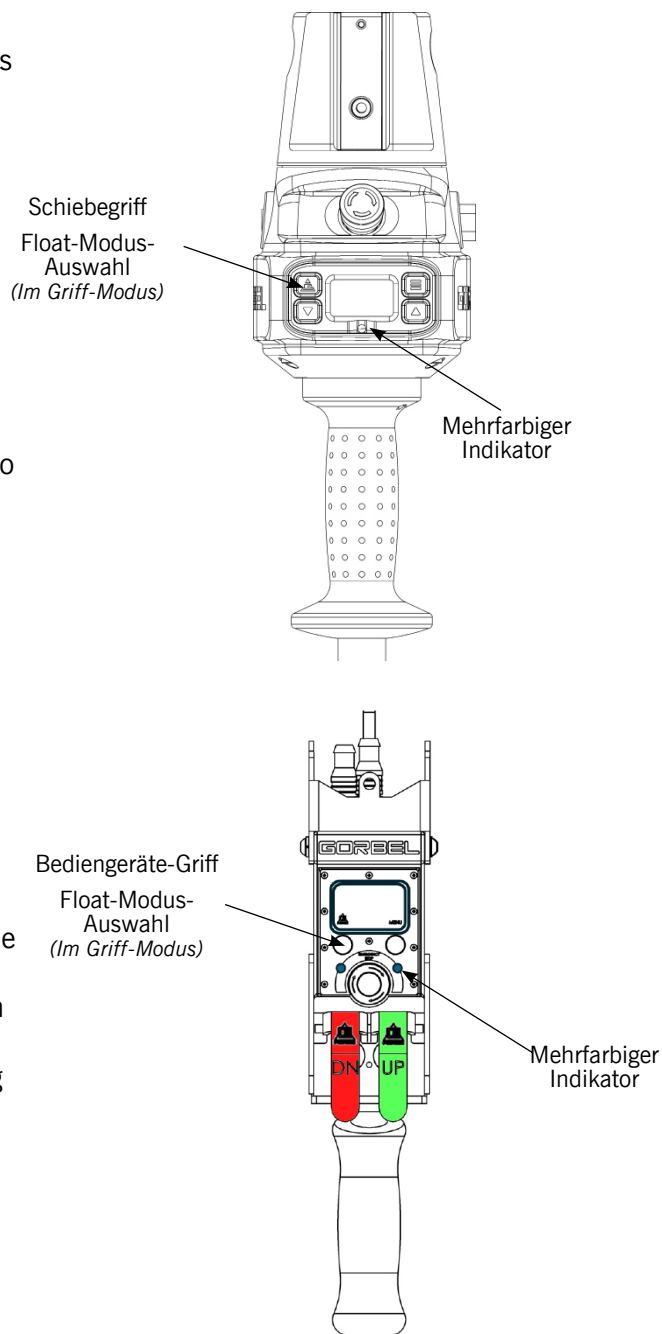

Abbildung 2-8A. Aufruf des Float-Modus
8.1. Der Float-Modus kann durch Drücken der G-Force® Logo-Taste auf der linken Seite des Griffs aktiviert werden (**Abbildung 2-8A**). Nachfolgend finden Sie eine einfache Übung, um sich mit der Float-Funktion vertraut zu machen. (Bei dieser Übung wird davon ausgegangen, dass ein Inline-Schiebegriff verwendet wird).